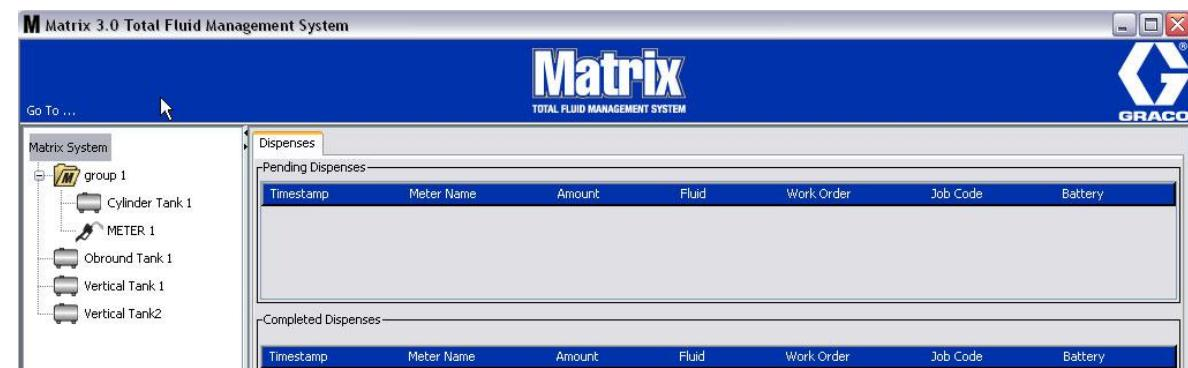

Рис. 99
**ПРИМЕЧАНИЕ.** Если система находится в рабочем режиме, созданная группа(-ы) отображается на панели системы Matrix основного экрана (Рис. 99). Обратите внимание, что все цистерны или расходомеры, которые не были назначены какой-то группе, отображаются отдельными элементами на панели системы Matrix (Рис. 99).